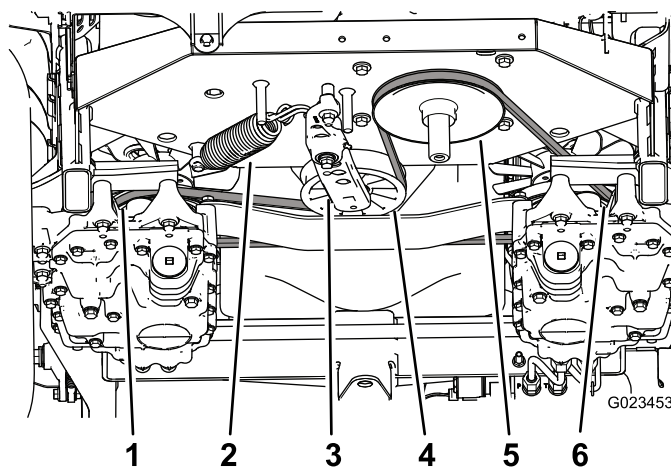

Figure 57
3. Insérez un rochet dans le trou carré du bras tendeur pour compenser l'action du ressort de tension (Figure 57), et déchaussez la courroie de la poulie de tension.
4. Décrochez le ressort de tension du bras tendeur et du cadre (Figure 57).
9. Montez le ressort sur le bras tendeur et le cadre (Figure 57).